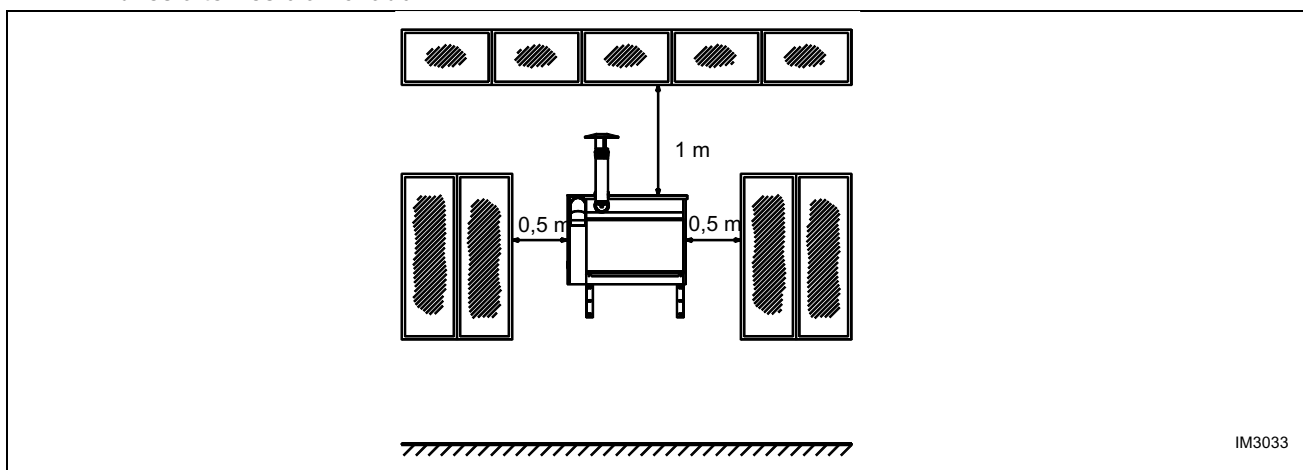

Figure 4 – DISTANCES DE RESPECT D'OUVERTURES
- B) Installer l'aérotherme à proximité d'une paroi du bâtiment avec caractéristiques de résistance au feu au moins REI 30 et qu'elle soit sans ouvertures à partir de l'appareil, pour au moins 0,5 m à coté et 1 m au dessous (voir Figure 4). Si le mur ne satisfait pas les dispositifs ci-dessous l'aérotherme devra être installé à une distance au moins de 60 cm de la paroi même ou elle devra être installée une structure au moins REI 120 de dimensions au moins 0,5 m à coté et 1 m en vertical par rapport à l'appareil